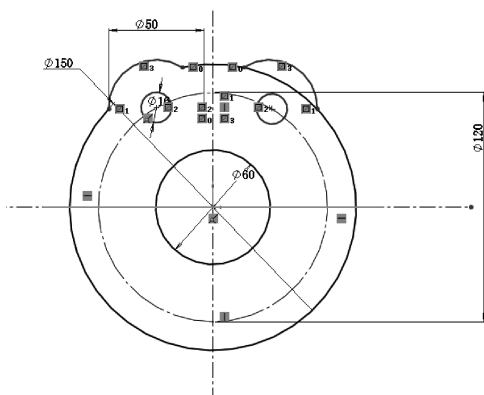

图 11-25 镜向的效果
9) 单击【草图】工具栏中的  (镜向实体) 按钮，在屏幕左侧【属性管理器】中弹出【镜向实体】属性设置。选择要镜向的实体 (圆弧 5)，Y 轴作为镜向点，放置圆弧，在【属性管理器】单击  按钮，以结束镜向，如图 11-25 所示。